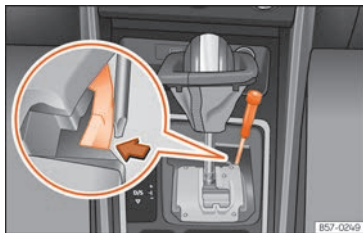

Abb. 92 Wählhebel: Notentriegelung aus der Parkstellung
- Drücken Sie seitlich mit Hilfe der flachen Seite des Schraubendrehers auf die gelbe Taste und halten Sie sie gedrückt >>> **(Abb. 92)**.